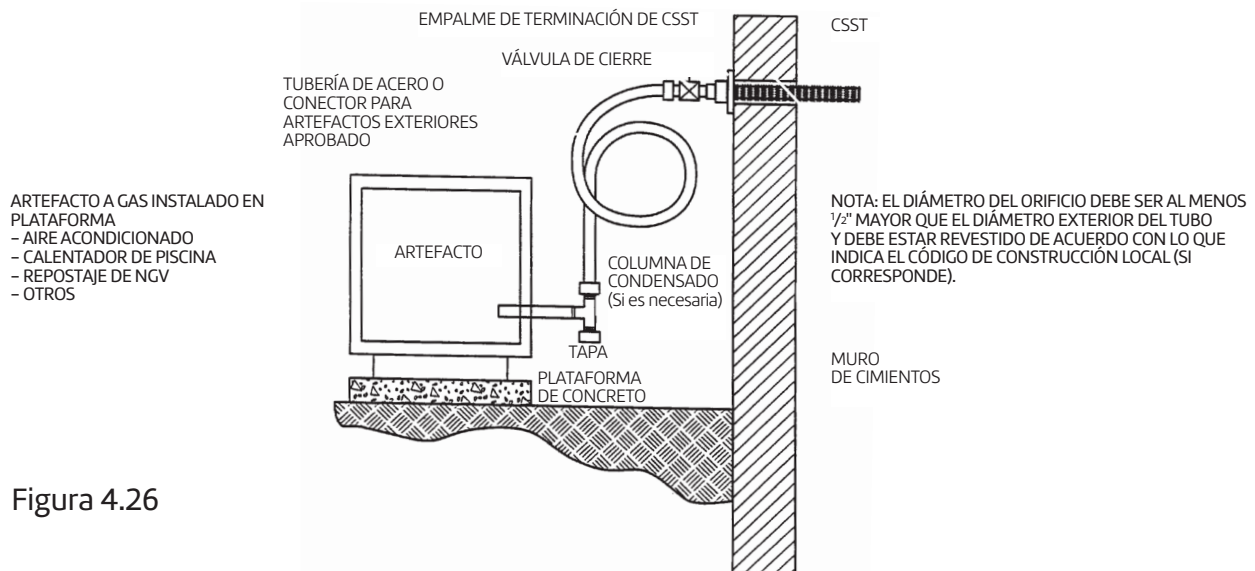

Figura 4.26
**C. Artefactos de gas instalados en plataformas:** Los artefactos de gas instalados en plataformas o bloques de concreto, como bombas de calor, equipos de aire acondicionado, calentadores de piscinas y sistemas de repostaje de vehículos de gas natural (Natural Gas Vehicles, NGV), se deben conectar al sistema WARDFlex en un empalme de terminación utilizando una tubería rígida o un conector para artefactos exteriores aprobado, como se muestra en la figura 4.26. Los equipos instalados en plataformas (en la mayoría de los casos) se consideran “fijos” si no se mueven para realizarles tareas de limpieza, mantenimiento, etc. (Por ejemplo, equipos de aire acondicionado).